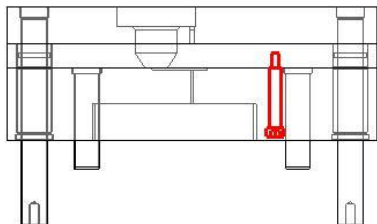

图7-126
- 在【标准件管理】对话框中单击 **确定** 按钮，弹出【选择一个面】对话框。选择水口推板底面，在弹出的【点构造器】对话框中输入【绝对】坐标点 (205, 135, 0)，然后单击两次 **确定** 按钮创建螺钉，如图 7-126 所示。